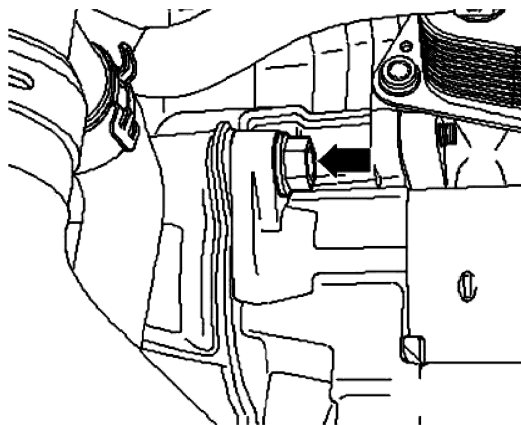

图 5-1-3 拆卸紧固螺栓
⑥ 旋出起动机下部固定螺栓。
⑦ 旋出起动机上部固定螺栓(箭头)，如图 5-1-3 所示。
⑧ 从车上向下拆下起动机。